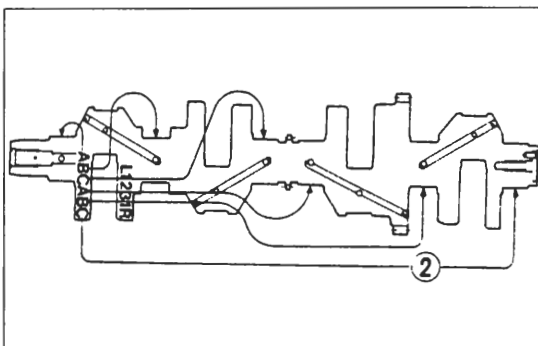

Bild 256
- Kennzeichnung der Kurbelwellen-Lagerzapfen «A», «B» oder «C» ist auf äusserer Kurbelwange von Zylinder 1 angebracht (Bild 256).